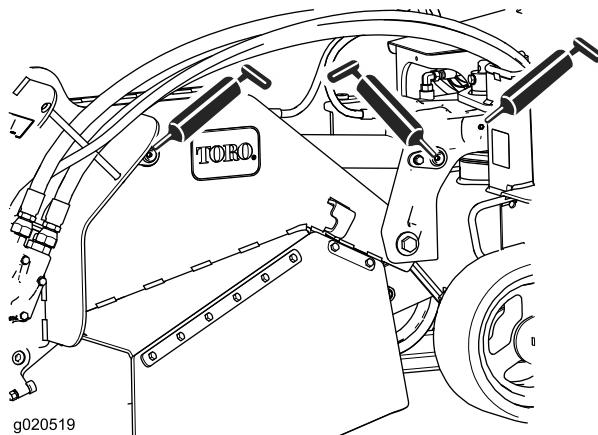

Figura 28
3. Conecte una pistola de engrasar a cada punto de engrase (Figura 26 a Figura 28).